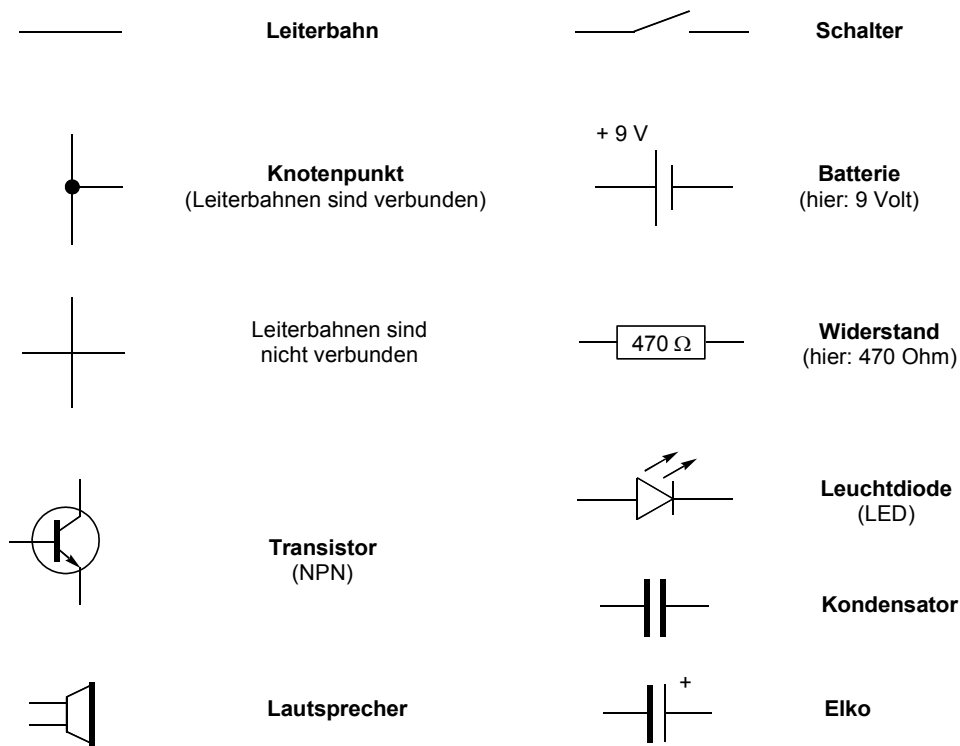
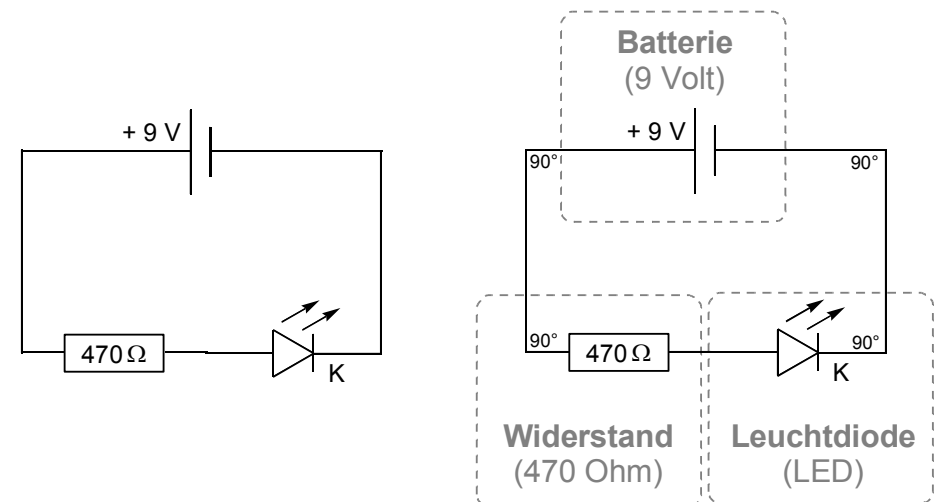

Abbildung 1: Die in diesem Praktikum verwendeten Schaltsymbole.
Abbildung 2: Die erste Schaltung aus Batterie, Widerstand und LED.
Um solche Stromkreise möglichst einfach darzustellen, zeichnet man Schaltskizzen (Abbildung 2). Dabei verwendet man für die elektronischen Bauteile verschiedene Symbole (Abbildung 1), die mit Leitern zu einem geschlossenen und rechtwinkligen Stromkreis verbunden werden.
Um dies besser zu verstehen, bauen wir eine erste Schaltung nach der Schaltskizze (vorherige Seite, Abbildung 2) auf dem Steckbrett auf. Die Schaltung besteht aus einer 9 Volt Batterie als Spannungserzeuger, einer Leuchtdiode (kurz: LED) und einem 470 Ohm Widerstand. Letzteres Bauteil wirst du erst im nächsten Kapitel kennenlernen, aber es ist für die Inbetriebnahme einer LED absolut (überlebens-) wichtig.
- A1 Übertrage die Schaltzeichen (Abbildung 1) in Tabellenform sowie die erste Schaltskizze in deinen Ordner.